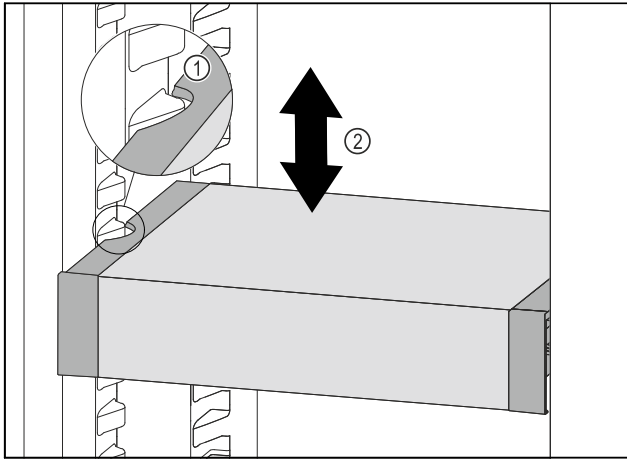

Fig. 173
- ▶ Тяните VarioSafe вперед, пока боковые выемки VarioSafe не окажутся на высоте выступа резервуара в холодильном отделении. Fig. 173 (1)
- ▶ Двигайте VarioSafe в холодильном отделении вверх или вниз, пока не будет достигнута требуемая высота. Fig. 173 (2)